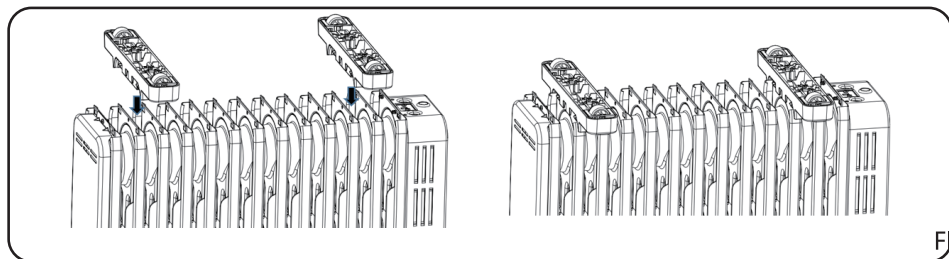

FIG.1
- ① **AVERTISSEMENT:** N'utilisez pas l'appareil sans les roues attachées. Ne faites fonctionner le radiateur que lorsqu'il est en position verticale (roues en bas, commandes en haut). L'utilisation de l'appareil lorsqu'il est dans une autre position peut créer un danger.
- ② Assurez-vous que le radiateur est éteint et débranché.
- ③ Retournez-le et assurez-vous qu'il est stable et qu'il ne tombera pas.
- ④ Alignez les boucles de montage des roues avec les trous du radiateur. Appuyez dans le sens de la flèche. Les boucles des roues tomberont dans les trous du radiateur.(FIG.1)